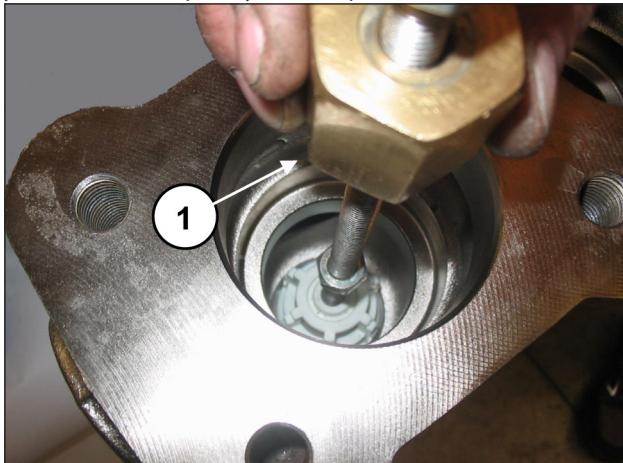

Рис. 112
Извлеките блок всасывающего клапана с помощью съемника с ударной массой (арт. 27516400), вставив его в отверстие M10 направляющей клапана (поз. ①, Рис. 112), или, в дополнение, переходника M10-M16 (арт. 25089700), установив его на резьбу M16 направляющей клапана.